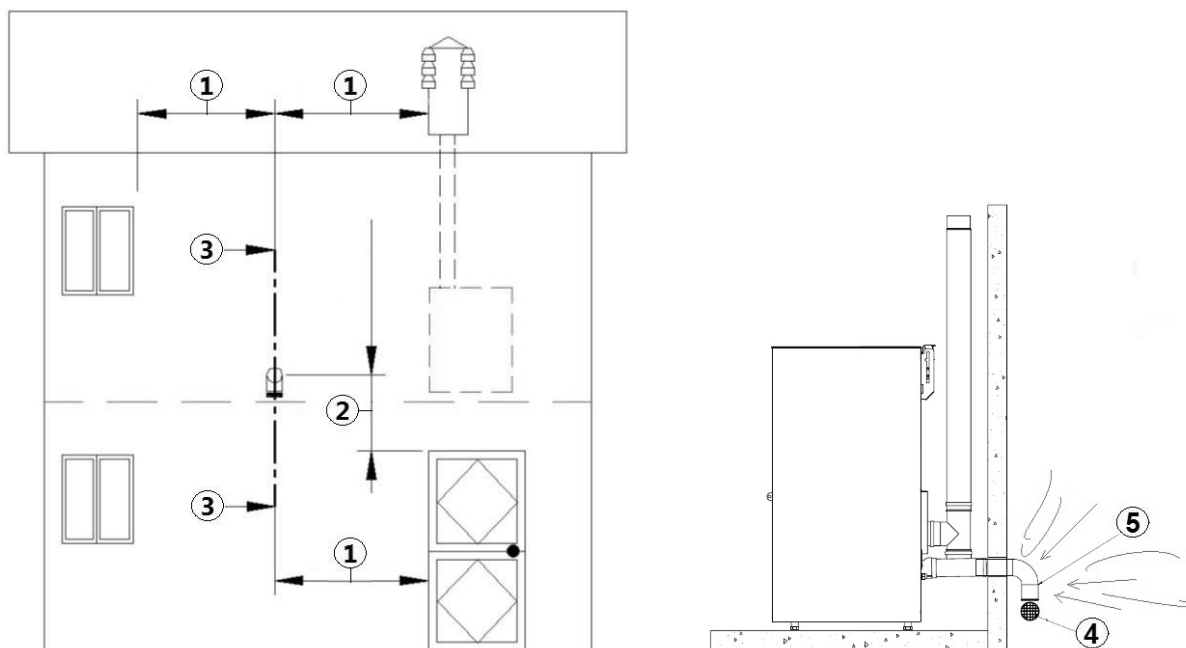

Fig. 11 - Chwyt powietrza przy instalacji z zamkniętą komorą
OPIS	Fig. 11
- Na zewnętrznej ścianie należy zainstalować rurowy łuk prostokątny 90° do ochrony dopływu powietrza do spalania przed działaniem wiatru; wlot łuku należy skierować ku dołowi, patrz **Fig. 11**.